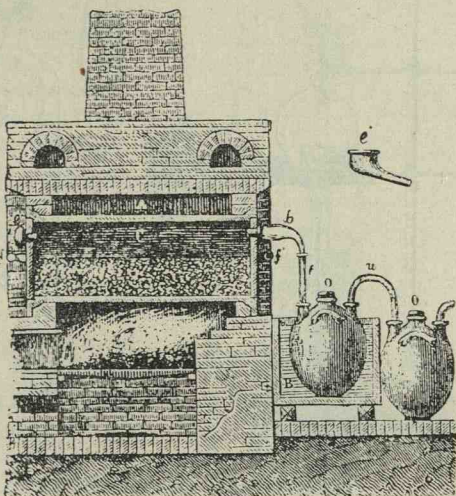

Fig. 75. Prepararea acidului clorhidric în industrie.
**Prepararea.** În industrie acidul clorhidric se prepară în cantități mari în cilindrul de fontă (tuciu) *C*, fig. 75, din sare și acid sulfuric. Acidul clorhidric ce se desvoltă, se disolvă în o serie de vase *O, O'* pline cu apă. Astfel se prepară *soluția de acid clorhidric careia pe scurt i se zice acid clorhidric*.